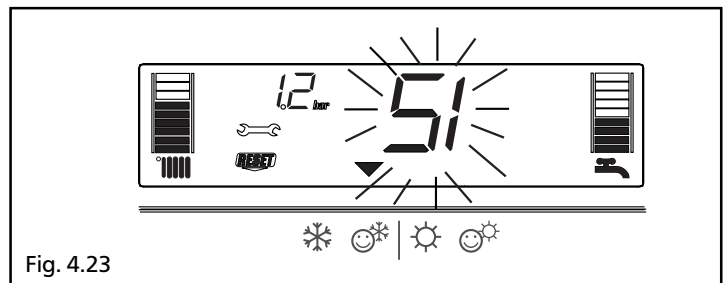

Fig. 4.23
3) Visualizzazione delle icone  e  (fig. 4.23)